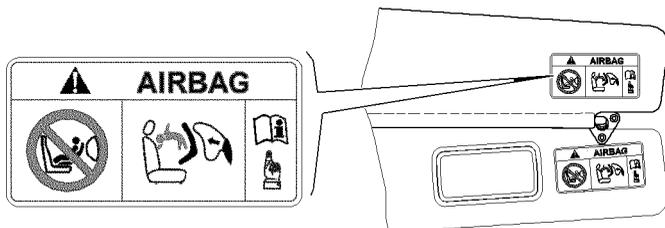

Рис. 3.37. Предупреждающая табличка
*безопасности ребенок может получить очень серьезные травмы. В автомобилях с подушкой безопасности переднего пассажира, на обеих сторонах противосолнечного козырька, имеется табличка предупреждения (рис. 3.37) о запрещении установки на переднее сиденье обращенное спинкой вперед детское сиденье.*